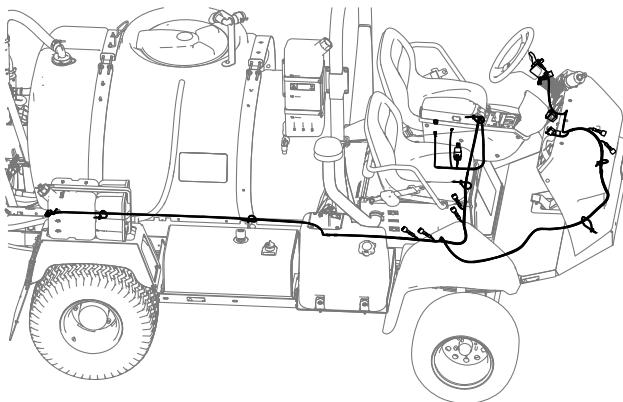

图 8
1. 如 图 8 和 图 9 所示找到带有 4 插槽接头的线束 236cm——压缩机支管并将线束支管安装到药缸的后面。